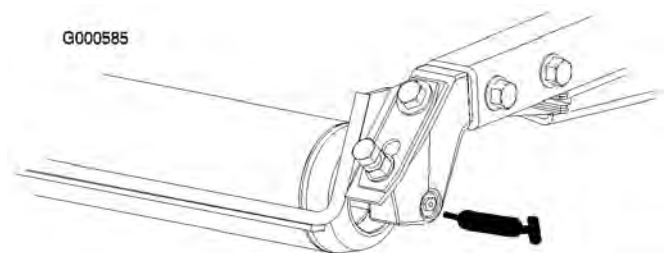

図 29
- ・ 後ローラのベアリング (各カuttingユニットに2ヶ所) (図 29)
注 ローラの注入部 (図 29) 面一フィッティングなので、グリスガン用ノズル・アダプタが必要です。パーツ番号は P/N 107-1998。ご注文は Toro 代理店へ。